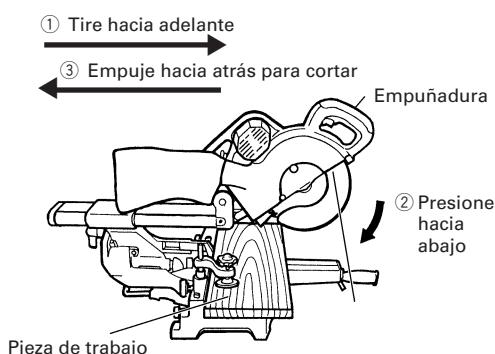

Fig. 30
Después presione hacia abajo la empuñadura y deslice la hoja de sierra hacia atrás para cortar la pieza de trabajo como se indica en la Fig. 30. Esto facilitará el corte de piezas de trabajo de hasta 3-11/32" (85mm) de altura y 12-9/32" (312mm) de anchura.
- * Para el corte deslizable, siga los procedimientos indicados en la Fig. 30 anterior. El corte deslizable hacia adelante (hacia el operador) es muy peligroso porque la hoja de sierra puede salir despedida de la pieza de trabajo. Por lo tanto, deslice siempre la empuñadura alejándola de usted mismo.